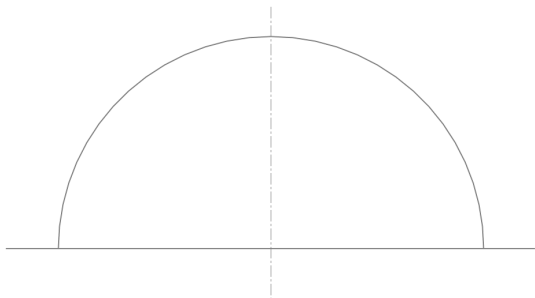

图 2-32 创建中心线对象
(4) 至合适位置后, 单击鼠标左键, 即可创建中心线对象, 退出草图绘制环境, 效果如图 2-32 所示。